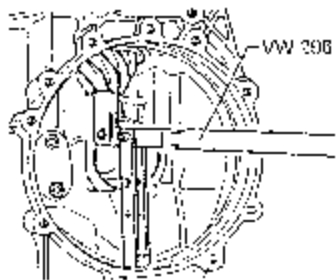

图 7-196 压入传动小齿轮轴
4) 将传动小齿轮轴装入壳体，用压入杠杆 VW296 把传动小齿轮轴压入，使其紧靠着锥形滚柱轴承并且保持在该位置上，如图 7-196 所示。